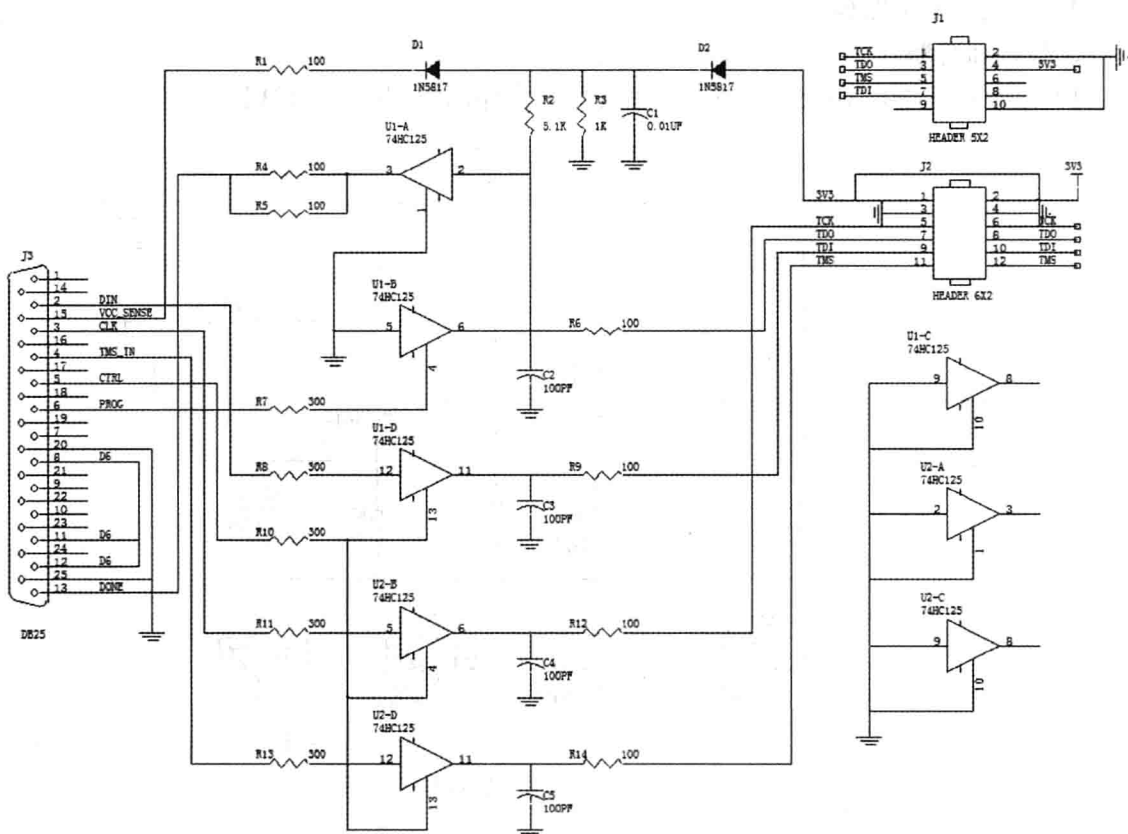
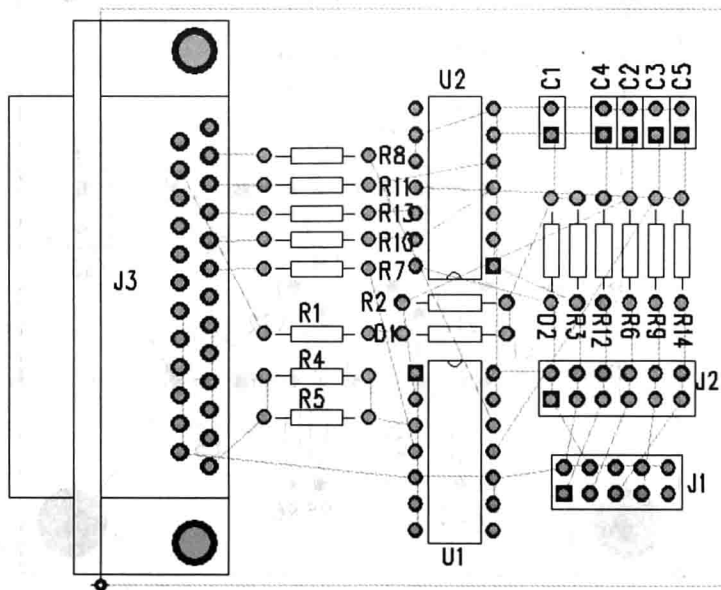

图 5-92 并口测试板的原理图
图 5-93 并口测试板的 PCB 布局
(2) 绘制并口测试板的原理图和 PCB，如图 5-92 和图 5-93 所示。